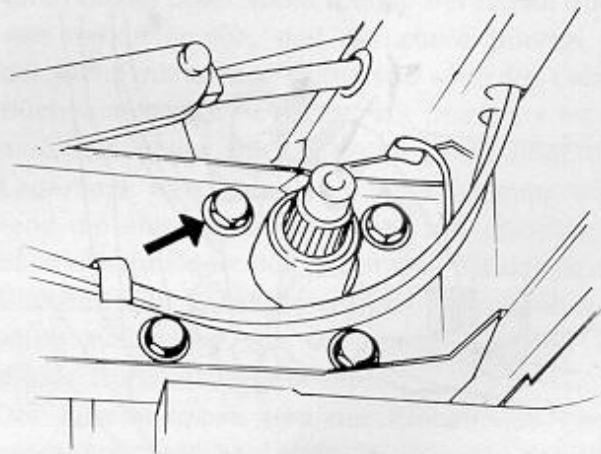

Bild 124
- Befestigungsschrauben der Lenkung am Seitenträger lösen (Bild 124).